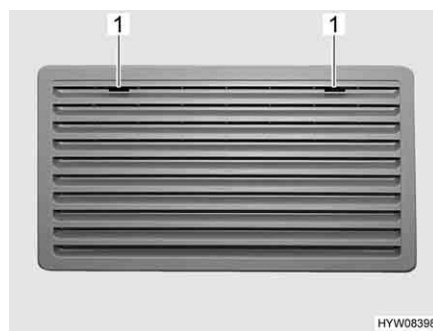
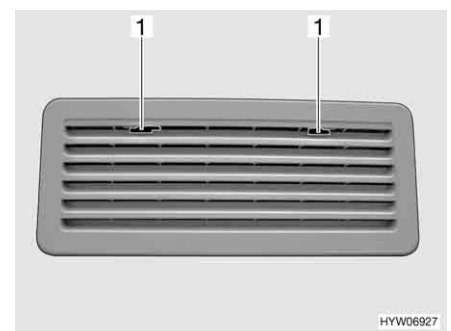

Bild 191 Kühlschrank-Lüftungsgitter (Theftord groß)
Bild 192 Kühlschrank-Lüftungsgitter (Theftord klein)
- Arretierung (Bild 191,1 oder Bild 192,1) zur Mitte schieben.